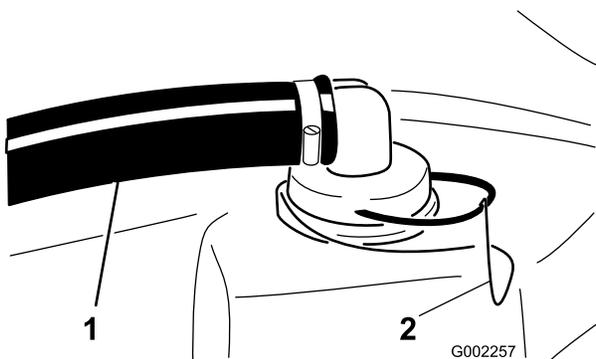

Figura 55
2. Retire a fixação do encaixe vermelho colocado na tubagem mais larga na parte superior do depósito (Figura 55).
3. Retire a tubagem do depósito (Figura 55).